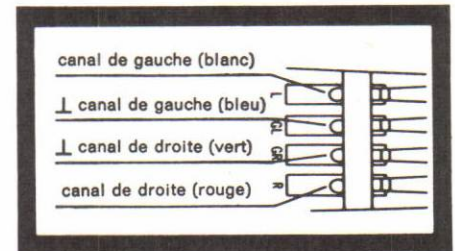

Fig. 15
4. Les connexions sur le support sont marquées, les fils étant de couleur différente (fig. 15). Reliez les fils de connexion du support avec les broches correspondantes de la cellule.